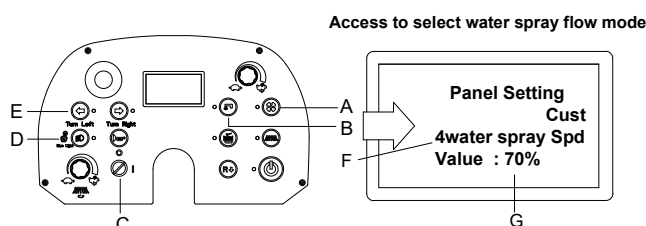

Рис. 15
1. Одновременно нажмите «кнопку вакуумирования» (А, рис. 15) и «кнопку насоса» (В, рис. 15).
2. Вставьте ключ зажигания (С, рис. 15) и поверните его в положение «I».
3. Через несколько секунд система переключится в режим настройки пользователя (рис. 15).
4. Отпустите «кнопку вакуумирования» (А, рис. 15) и «кнопку насоса» (В, рис. 15).
5. Нажмите кнопку Повернуть влево (Е, рис. 15), чтобы выбрать пункт 4 «4Water Sprau Spd» (Скорость распыления воды) (F, рис. 15)
6. Нажмите «кнопку вакуумирования» (А, рис. 15) или «кнопку насоса» (В, рис. 15), чтобы выбрать значение скорости распыления воды (50%, 60%, 70% ...) (G, рис. 15).
7. Нажмите «кнопку фар» (D, рис. 15), примерно через 1 секунду на экране появится сообщение «Update OK» (Обновление выполнено), указывающее на то, что расход при распылении воды настроен, а затем перезапустите машину. (С, рис. 7).